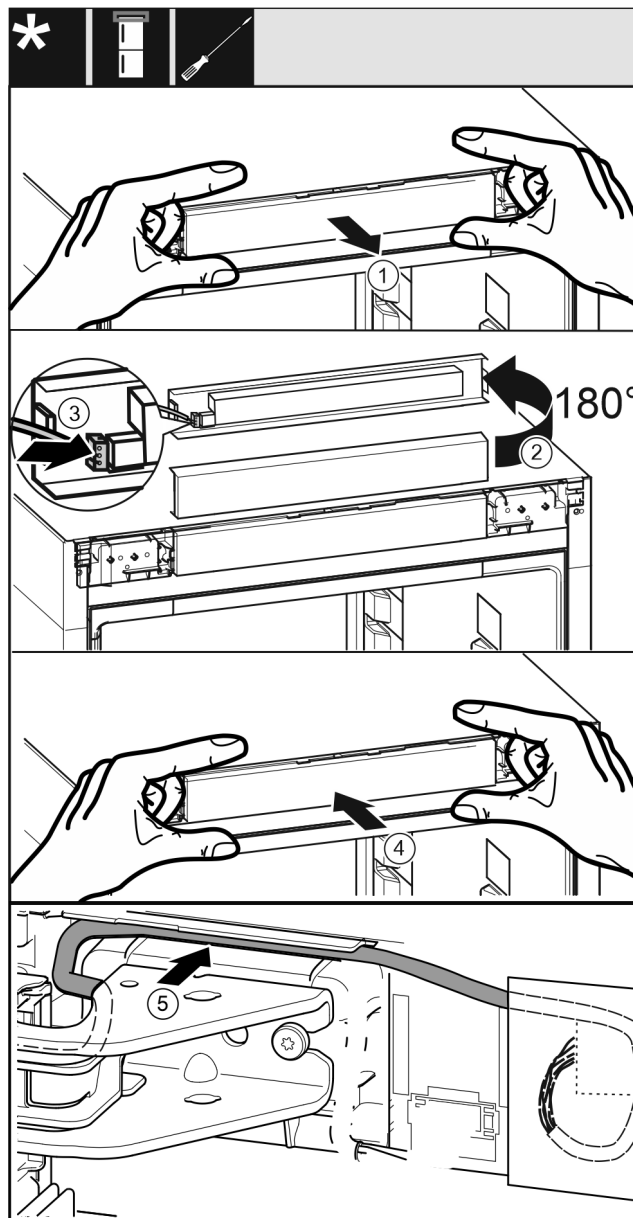

Fig. 43
- Ta forsiktig ut betjeningsdekselet. Fig. 43 (1)
- Drei dekslet oppover med 180°. Fig. 43 (2)
- Sett inn støpselet på betjeningdeldekselet. Fig. 43 (3)
- Sett inn betjeningsdekselet på apparatet igjen. Fig. 43 (4)
- Legg den grå kabelen forsiktig inn i føringen over øvre lagerbukk Fig. 43 (5).